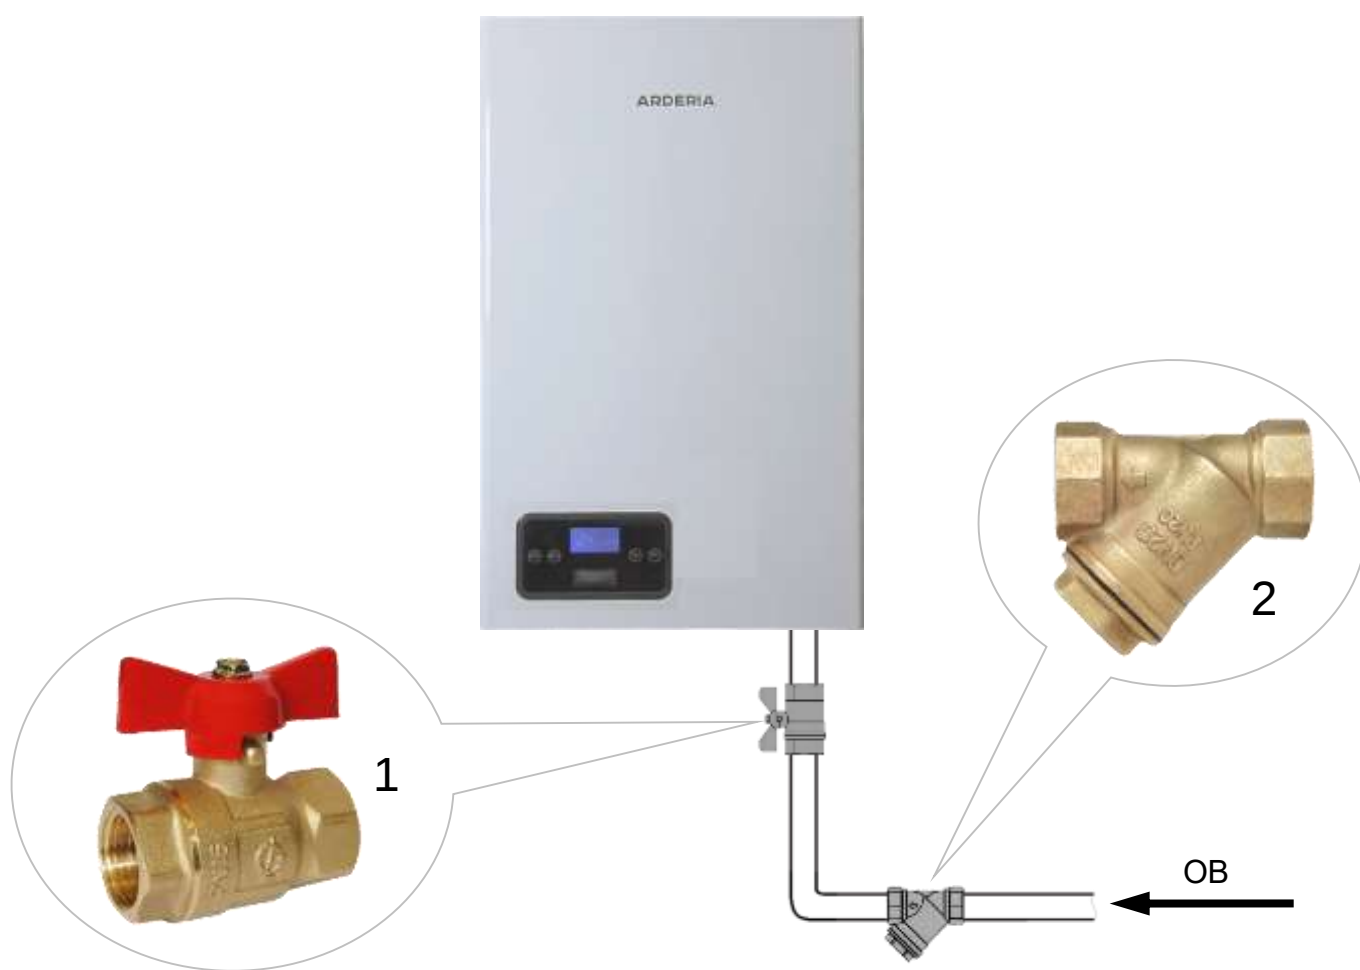

Рис. 19 Монтаж труб системы отопления
- Для осуществления ТО электрокотла, **рекомендуется** перед присоединительными патрубками котла установить запорные краны, которые **должны** быть расположены так, чтобы их поворотные ручки были доступны (см. рис. 19).